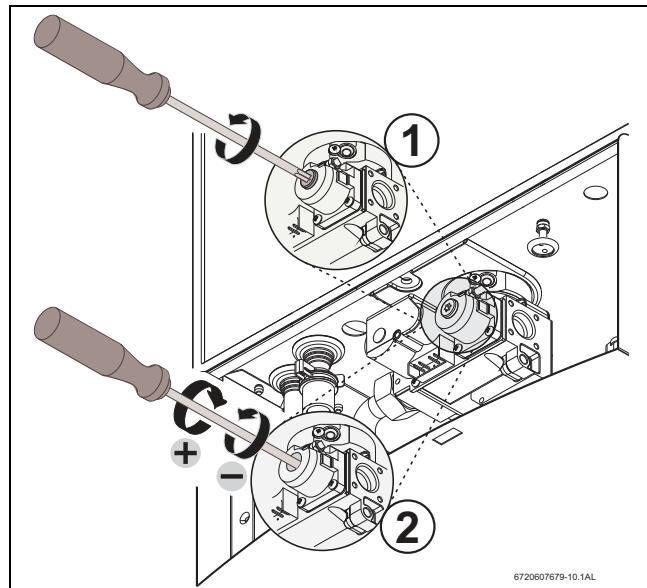

Рис. 20 Регулировка уровня P2 CO2
- ▶ Снимите окрашенную в желтый цвет крышку винта Торх № 40 со звездообразной головкой с передней панели газового крана (рис. 20, поз.1). Откроется пластиковый винт Торх № 40 со звездообразной головкой.